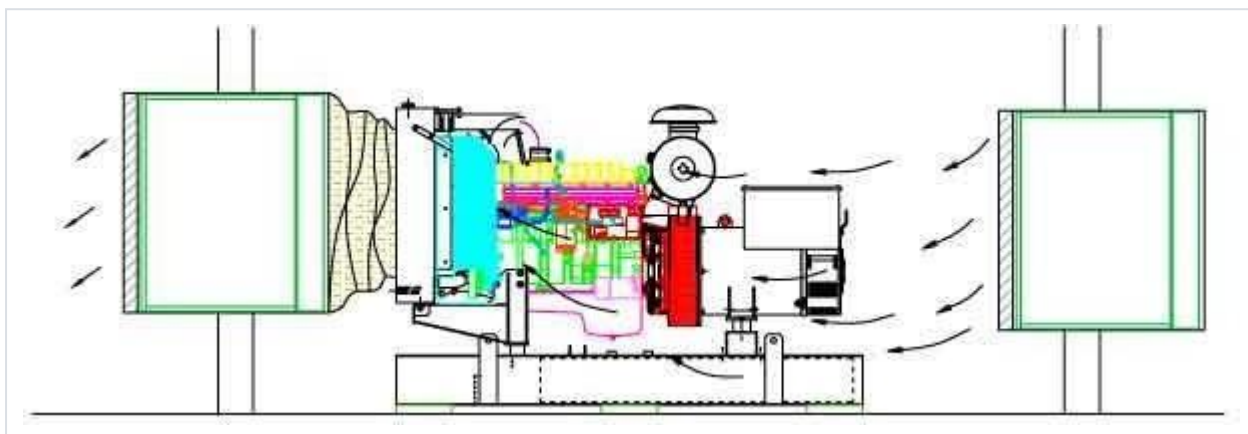

РИС. 5 — Движение воздуха через машинный зал.
- Как показано на РИС. 5, холодный приточный воздух проходит вдоль генератора переменного тока, который забирает из этого потока собственный охлаждающий воздух, а затем через воздушный фильтр двигателя и сам двигатель. Далее вентилятор радиатора прогоняет воздух через сердцевину радиатора наружу. Непосредственно перед выпускным проемом радиатора не должно быть никаких препятствий потоку воздуха — перегородок и тому подобного.